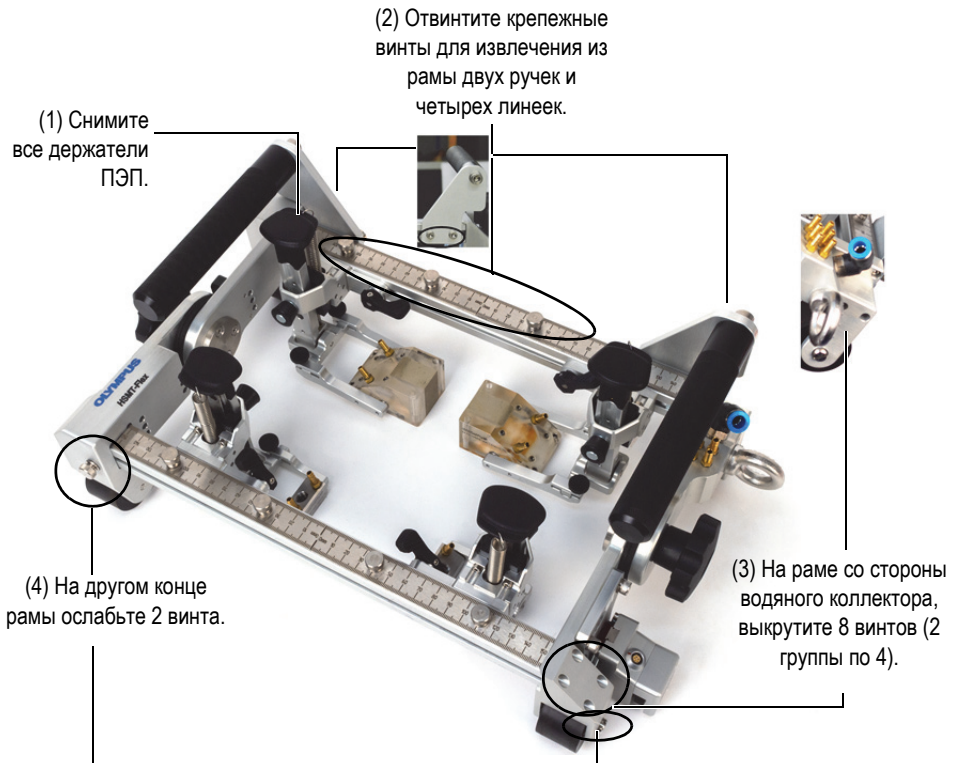

Рис. 2-28 Замена кронштейнов рамы
Логическая последовательность показана на Рис. 2-28 на стр. 57.
1. (1) Снимите все держатели ПЭП (Рис. 2-28 на стр. 57 [1]).
2. (2) Отвинтите крепежные винты для извлечения из рамы двух ручек и четырех линеек (Рис. 2-28 на стр. 57 [2]).
3. При помощи шестигранного ключа вывинтите и извлеките 8 винтов на раме со стороны водяного коллектора (Рис. 2-28 на стр. 57 [3]).
4. Выкрутите два винта с другой стороны рамы (Рис. 2-28 на стр. 57 [4]).